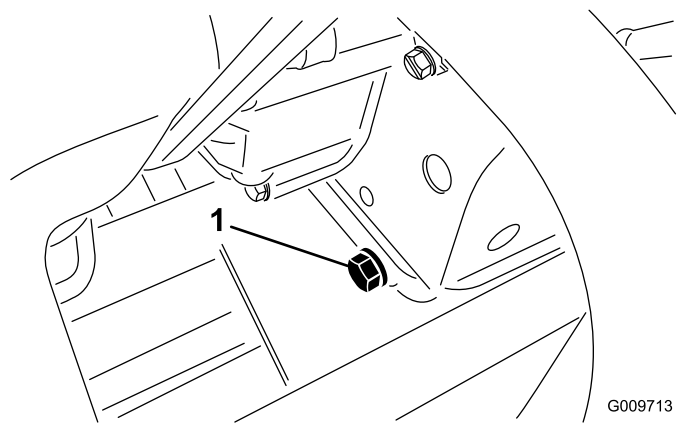

Рисунок 91
2. Снимите пробку сливного отверстия (Рисунок 91) и дайте маслу стечь в сливной поддон.